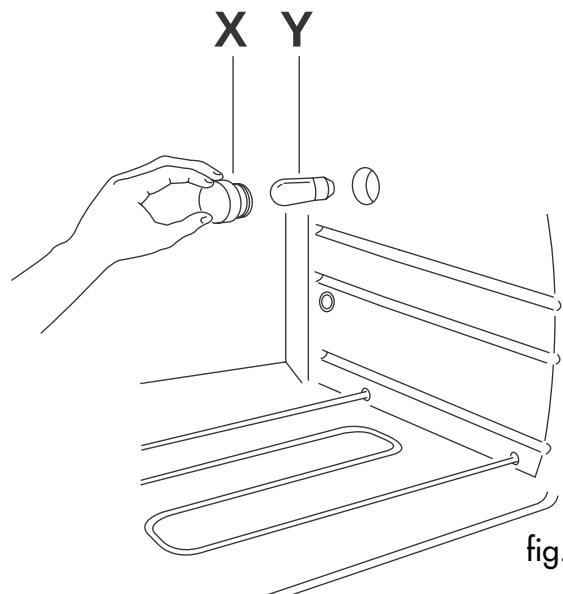

fig. 12
- het beschermglaasje (X) in tegenwijzerzin losdraaien en de lamp (Y) vervangen door een lamp van hetzelfde type (zie fig. 12). Vervolgens het beschermglaasje weer vastdraaien (X).